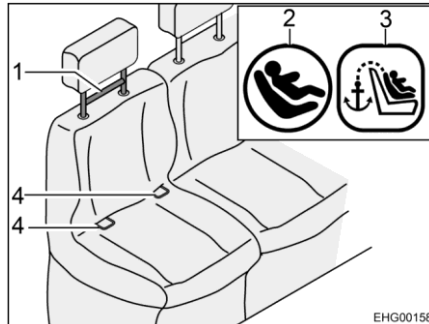
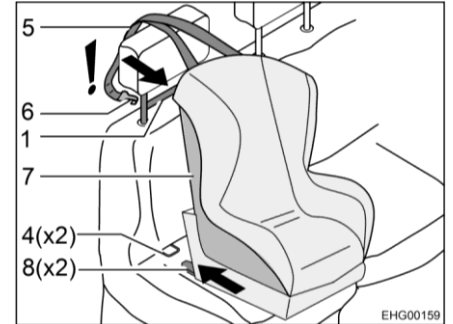

Bild 3 Stol med Isofix
Bild 4 Fäste med Isofix
Säten som är lämpade för Isofix markeras med Isofix-symbolen (Bild 3,2). Den övre hållremmens position markeras med en symbol (Bild 3,3).
- Sätt fast låsarmarna (Bild 4,8) i fästbygel (Bild 3,4). Ett tydligt klickande ljud ska höras.
- Kontrollera med ett kraftigt ryck om barnstolen (Bild 4,7) sitter fast.
- För det övre hållremsskärpet (Bild 4,5) över sätets nackstöd.
- Haka fast fästhake (Bild 4,6) i övre hållrem (Bild 3,1).